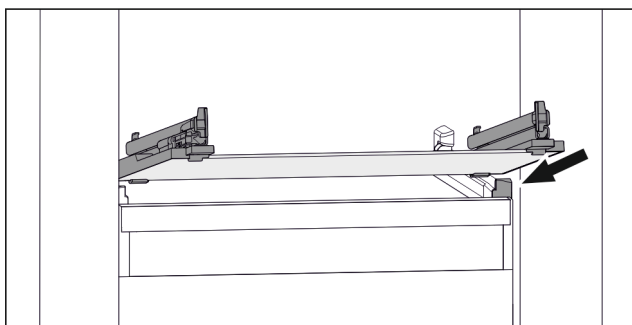

Fig. 113 Klaasplaadi näitlik kujutis
- Pange klaasplaat kaldu peatajate taga peale. (vt. Fig. 113)